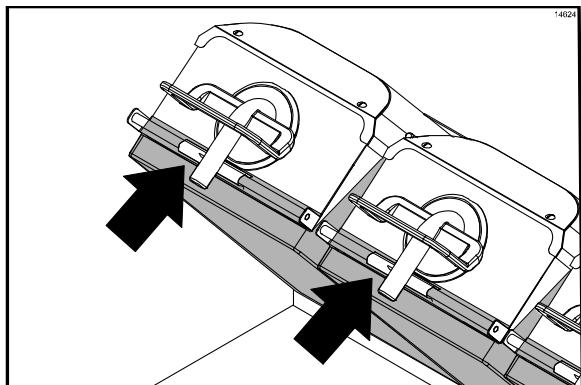

Figure 68
- Réinstaller les feuilles de protection supérieures. Fixer les feuilles avec les épingles de verrouillage et les barres (Cf. Figure 68).